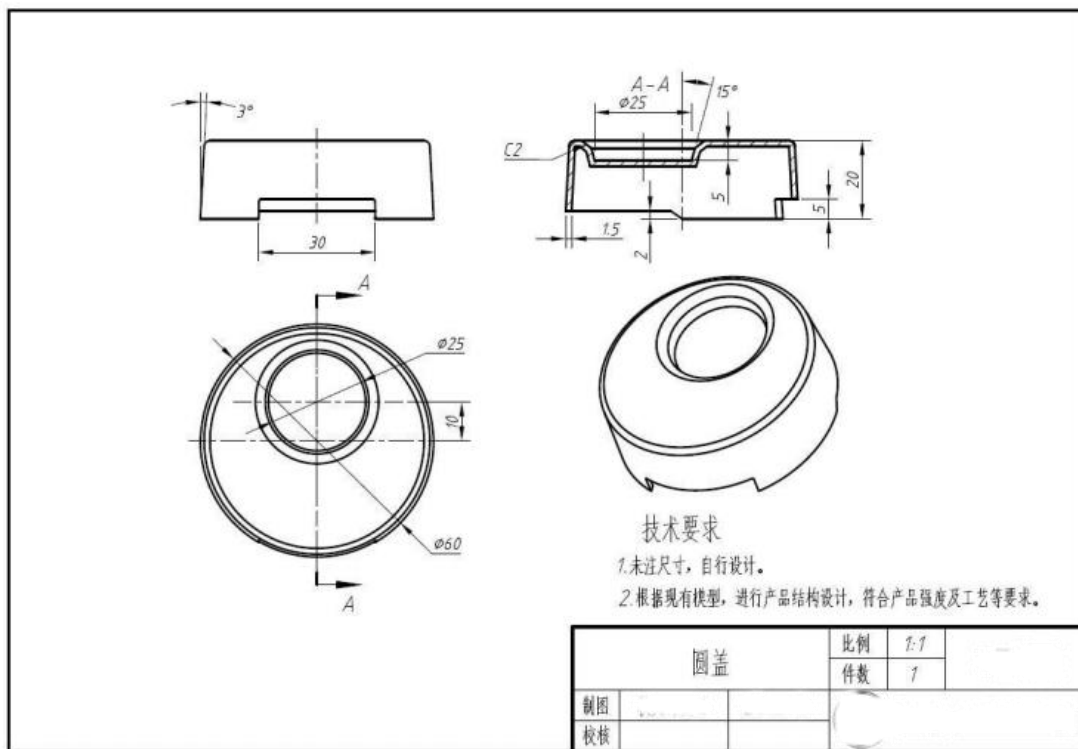

图 2-5-4 圆盖零件
按照图2-5-4的要求，根据以下参考图，按规定完成工业机器人系统三维建模。
2) 根据图 2-5-4对产品进行外形设计。